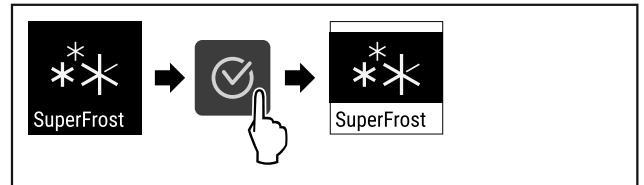

Fig. 64
- ▶ Vykonajte kroky akcie (pozri Fig. 64) .